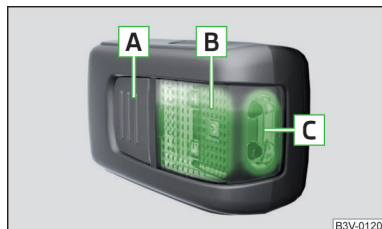

Fig. 153
## Descripción de la luz » fig. 153
- Para **encender** de la lámpara retirada, presionar la tecla **A** » fig. 153. Presionando nuevamente se **apaga** la lámpara.
Si no se apaga la lámpara y está colocada correctamente en el soporte, los medios de iluminación LED en la parte delantera de la lámpara **C** » fig. 153 se apagan automáticamente.